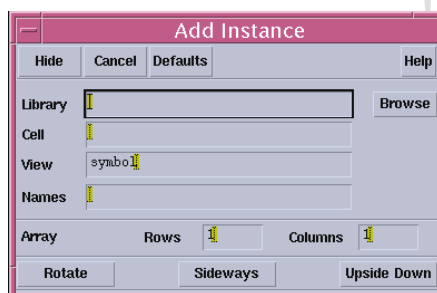

图 3.3 添加器件窗口
添加器件有三种方法，①菜单栏->Add->Instance，②键入快捷键 i，③工具栏 Instance，弹出的对话框如如图 3.3 所示。